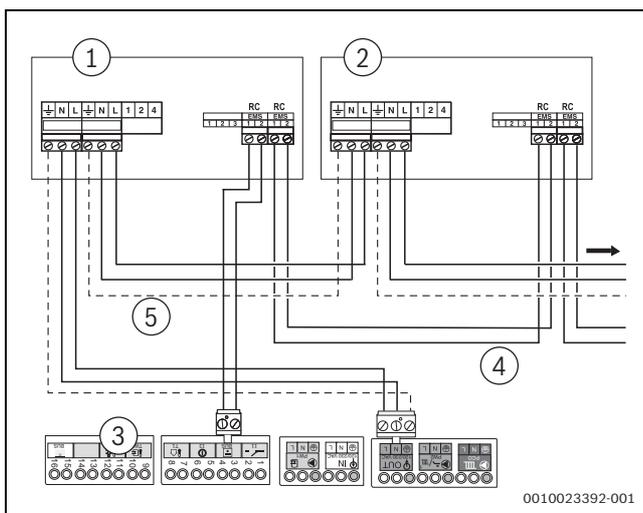

Bild 48 Anschluss mehrerer Funktionsmodule
- ▶ EMS-Busanschluss des ersten Moduls für das zweite Modul verwenden. Hierzu das mit dem Modul mitgelieferte Kabel verwenden (→ Bild 48, [4]).